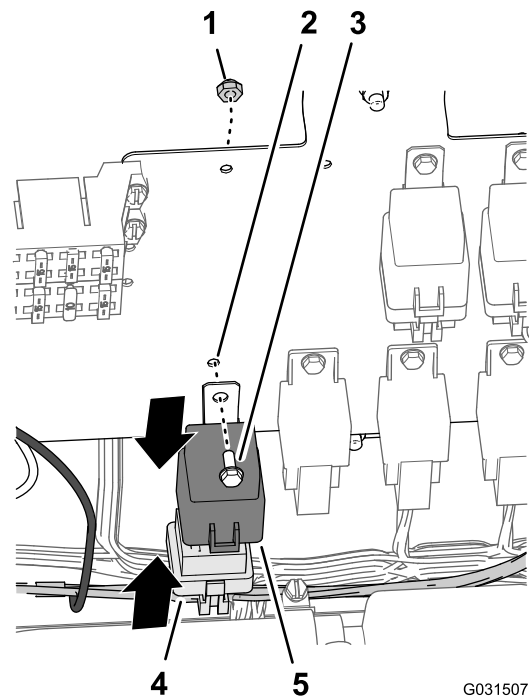

Figura 201
1. Na secção de 197 cm da cablagem do compartimento do motor, alinhe o relé com o conector de 5 tomadas da cablagem do kit de acabamento (Figura 201).
2. Insira os pinos do relé nas tomadas do conector (Figura 201).
3. Alinhe o orifício na patilha de montagem do relé com o orifício no painel de ligações (Figura 201).
4. Prenda o relé ao painel (Figura 201) com o parafuso de cabeça flangeada (n.º 10- x 1/2 pol.) e a porca de bloqueio (n.º 10).